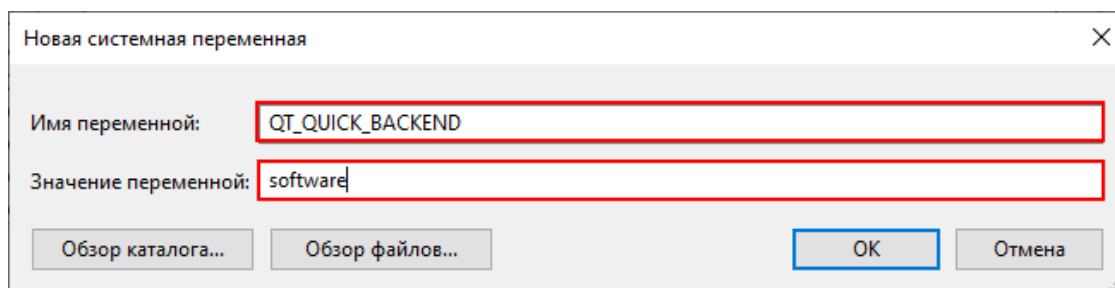

Рисунок 421 - Имя и значение переменной
5. Напишите значение переменной: *software* (Рисунок 421).